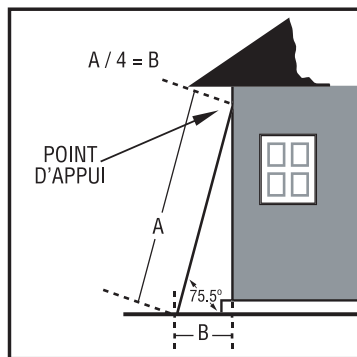
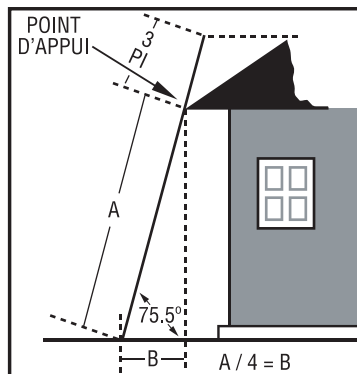

FIG. 1
FIG. 2
- Placez la base d'une échelle coulissante à 0,30 mètre (un pied) du mur (Fig. 1), ou du point d'appui supérieur (Fig. 2), pour chaque 1,22 mètres (quatre pieds) de longueur de l'échelle au point d'appui sur la structure.
- Avant de grimper sur un toit à l'aide d'une échelle coulissante, assurez-vous que cette dernière est déployée sur 0,91 mètre (trois pieds) au-delà de la ligne de toiture (voir Fig. 2).